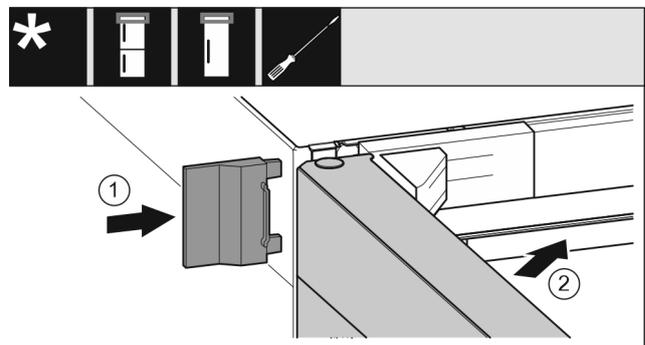

Fig. 24
- ▶ Skyv på det ytre dekselet. Fig. 24 (1)
- ▶ Lukk den øvre døren. Fig. 24 (2)